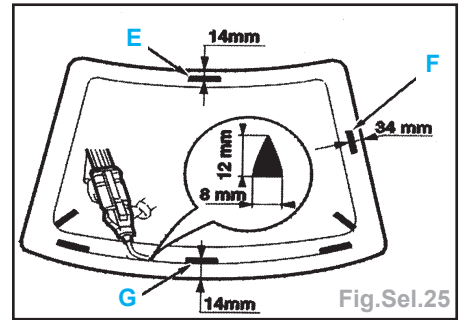

Fig.Sel.25
- Appliquer le cordon de colle (Fig.Sel.25) :